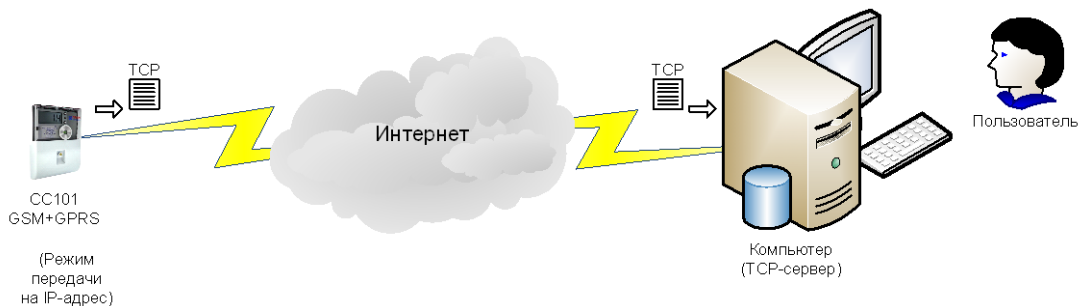

Рисунок 2.9. Передача показаний счетчика в TCP-пакетах на TCP-сервер по заданию пользователя
2.9 Счетчик автоматически по расписанию передает свои показания в TCP-пакетах на IP-адрес компьютера пользователя (TCP-сервер), подключенный к сети Интернет (Рисунок 2.9). В этом варианте основной последовательный интерфейс свободен, а модуль расширения «GSM/GPRS контроллер» внутри счетчика работает в режиме передачи на IP-адрес. Максимально допустимое расстояние до прибора ограничено только наличием доступа компьютера пользователя к сети Интернет, а счетчика – к сети оператора связи GSM/GPRS. Необходимые показания счетчика и контроллера (см. Таблицу 1.1 и 1.2), расписание передачи и IP-адреса получателей программируются пользователем заранее. Примеры получаемых пользователем TCP-пакетов приведены в Приложении 1.